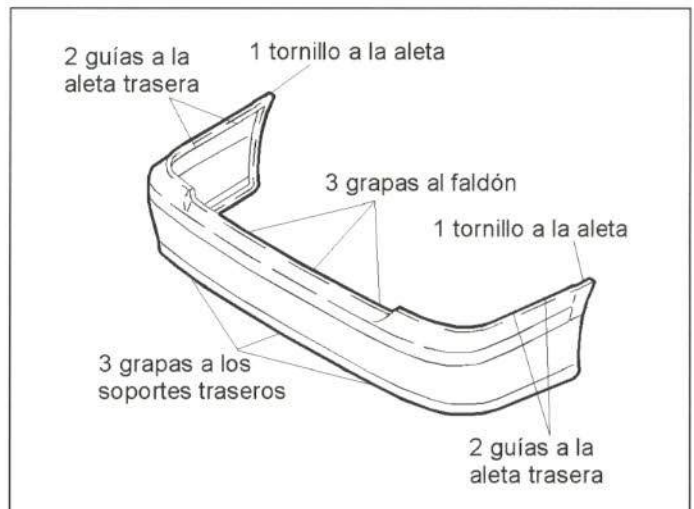

Figura 47.- Unión del paragolpes trasero
En la figura 47 se muestra la unión de este elemento con el resto de la carrocería.
- Paragolpes (figura 47).